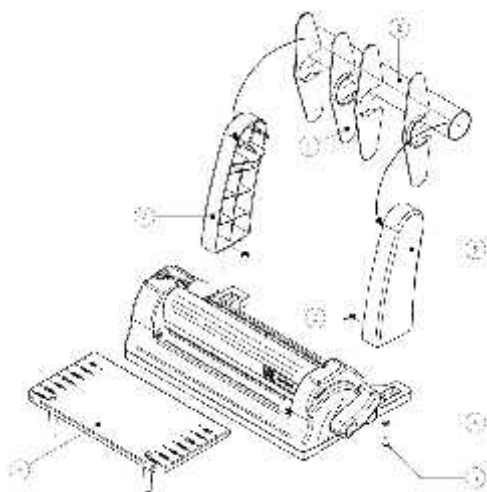

fig. 3 Montarea mandrinei pe masa de lucru
Desfaceți masa de lucru (8) în zona canelurilor ma inii (vezi fig. 3).
Introduceți cutter-ul (cu lama) în canelura ghidajului cutter-ului din partea superioar a ma inii. (vezi fig. 3).